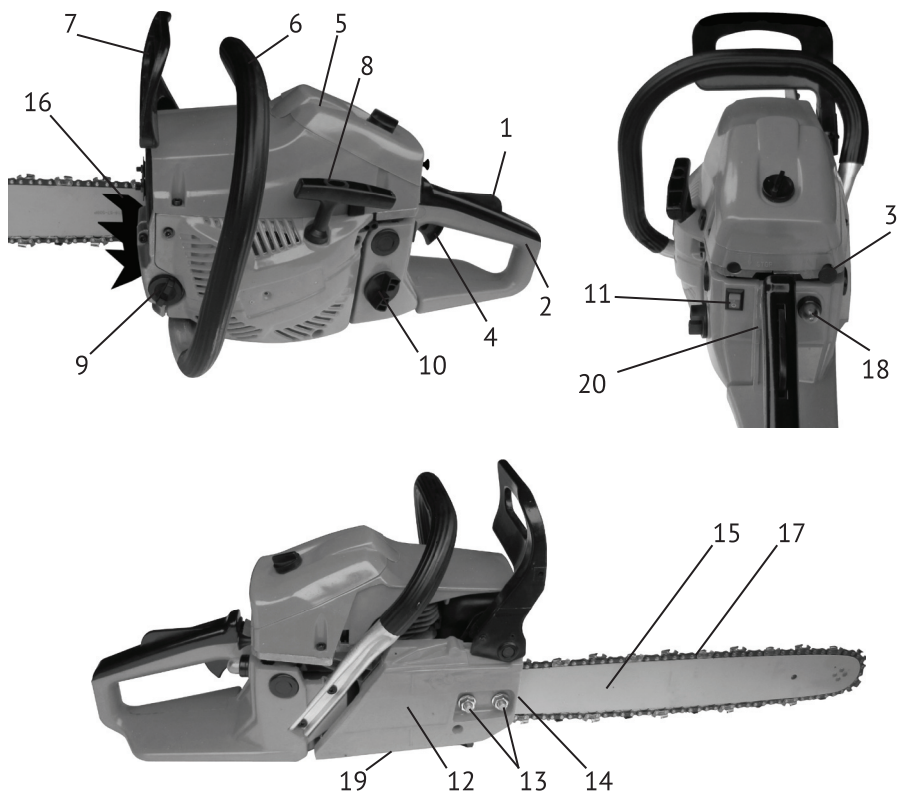

рис.1
Бензопила – инструмент, использующий в качестве привода одноцилиндровый двухтактный бензиновый двигатель внутреннего сгорания. Рабочим органом пилы является пильный аппарат, состоящий из бесконечной (замкнутой) пильной цепи (рис.1 поз.17), бегущей по шине (рис.1 поз.15).
Двигатель работает на топливе из смеси неэтилированного бензина с октановым числом не менее 92 и специального масла для 2-тактных двигателей. Он оснащён мембранным карбюратором и электронной системой зажигания. Для запуска двигателя служит ручной стартер (рис.1 поз.11) и ручной насос (праймер, рис.1 поз.18) для предварительной подкачки топлива в карбюратор.
Ведущая звёздочка приводится в движение автоматической муфтой сцепления. На холостых оборотах зацепление не происходит, и пильная цепь не движется. Увеличиваем обороты двигателя до рабочих нажатием на рычаг управления дросселем (рис.1 поз.4). При этом колодки муфты сцепления расходятся и входят в зацепление с барабаном. Вращение начинает передаваться на приводную звёздочку пильной цепи. После отключения рычага управления дросселем, обороты двигателя снижаются до холостого хода (около 4000 об/мин), цепь автоматически останавливается. Остановка цепи также осуществляется механическим тормозом двойного действия: вручную, нажав левой рукой на щиток тормоза (рис.1 поз.7) от себя, или при срабатывании автоматического инерционного привода (при отскоке, защемлении цепи).
Две рукоятки пилы – передняя (рис.1 поз.6) и задняя (рис.1 поз.2) оснащены устройством виброгашения.
2.4 Общий вид бензопилы представлен на рис.1
### 2.5.1 Установка зубчатого упора (рис.1 поз.16)
Перед монтажом зубчатого упора убедитесь, что переключатель зажигания (рис.1 поз.11) находится в положении «0» - выключено.
- открутите с помощью комбинированного ключа гайки (рис.1 поз.13) крепления шины и снимите тормоз цепи в сборе;
- Ослабьте с помощью комбинированного ключа с снимите с пилы гайки (рис.1 поз.13)
- При снятом тормозе цепи, установите шину (рис.1 поз.15) на крепёжные шпильки в крайнее заднее положение.
- Пильную цепь (рис.1 поз.17) наденьте на ведущую звёздочку, расположенную за барабаном сцепления. Уложите верхнюю часть цепи в паз шины, пропустите цепь между зубцами ведомой звёздочки на переднем конце шины. Потяните шину вперёд так, чтобы нижняя часть цепи «села» в паз шины. Проверьте, чтобы направление зуба цепи совпадало с направлением, указанным на корпусе. Убедитесь, что тормоз цепи находится в выключенном положении.
- Удерживая шину с цепью, установите тормоз цепи на крепёжные шпильки, так чтобы сухарь винта натяжителя цепи (рис.1 поз.14) попал в регулировочное отверстие хвостовика шины.
- Затяните гайками (рис.1 поз.13) шину и тормоз цепи вручную.
**Внимание!** Перед регулировкой натяжения цепи убедитесь, что гайки крепления шины (рис.1 поз.13) немного ослаблены.
Регулировка натяжения цепи производится винтом (рис.1 поз.14) при ослабленных гайках крепления шины:
- отверните пробку маслобака (рис.1 поз.9);
Расход масла для смазки цепи регулируется винтом (рис.1 поз.19). При повороте винта по часовой стрелке расход масла уменьшается, при повороте против часовой стрелки – увеличивается (символы MAX и MIN на корпусе).
- установите переключатель зажигания (рис.1 поз.11) в положение «I» - включено;
- несколько раз медленно нажмите на колпачок праймера (рис.1 поз.18) для подкачки топлива, пока смесь не заполнит резиновый колпачок кнопки;
- вытяните до упора кнопку воздушной заслонки (рис.1 поз.3) из корпуса бензопилы;
- нажмите последовательно рычаг безопасности (рис.1 поз.1) и рычаг управления дросселем (рис.1 поз.4), зафиксируйте их в этом положении кнопкой фиксации (слева на задней рукоятке, рис.1 поз.20 на фото не показана);
- правой рукой за рукоятку стартера (рис.1 поз.8) сделайте несколько коротких рывков шнура стартера до первых признаков запуска двигателя (схватывание);
- при необходимости, несколько раз медленно нажмите на колпачок праймера (рис.1 поз.18) для подкачки топлива, пока смесь не заполнит резиновый колпачок кнопки;
- вытяните до упора кнопку воздушной заслонки (рис.1 поз.3) из корпуса бензопилы, затем задвиньте полностью обратно (заслонка заняла пусковое положение);
- вывернуть свечу зажигания, которая находится под крышкой (рис.1 поз.5) воздушного фильтра;